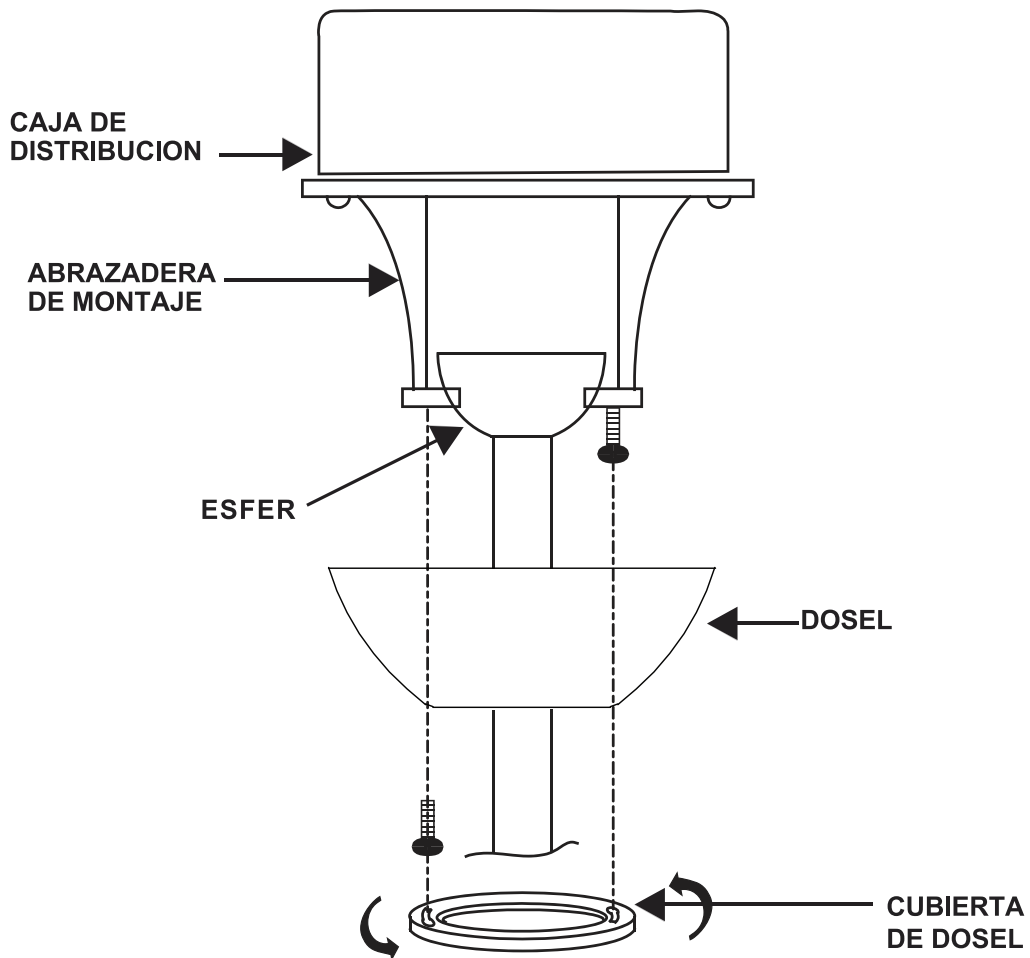

FIG. 14
Paso 2. Deslice la dosel hacia el soporte para colgar y colocar el ojo de la cerradura en la copa sobre el tornillo en el soporte colgante, de vuelta a la dosel hasta que encaje en su lugar en la parte más estrecha de los agujeros. (Fig.14)